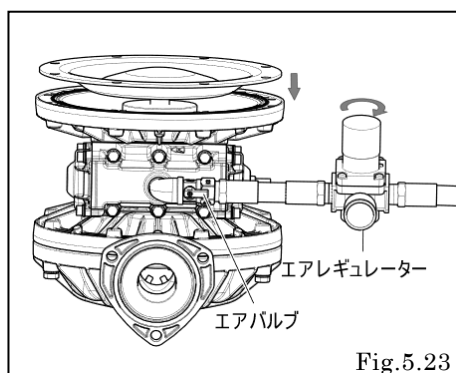

Fig.5.23
- ・ エアレギュレーターを徐々に開きエアを供給（0.1 MPa 未満）すると、ダイアフラムがゆっくり移動する。レギュレータの圧力を調整して、隙間が最小の位置になるように（ダイアフラムを）維持する。〔Fig.5.23〕